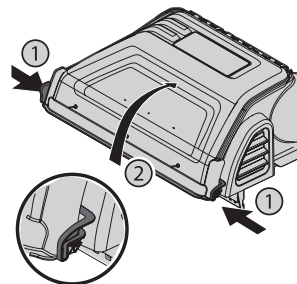

Figura 12
6. Abra el capó oprimiendo las lengüetas laterales traseras con la mano (1) y elevando la cubierta con la otra mano en la parte central trasera de la cubierta de la embolsadora (2) como se indica en la Figura 12.